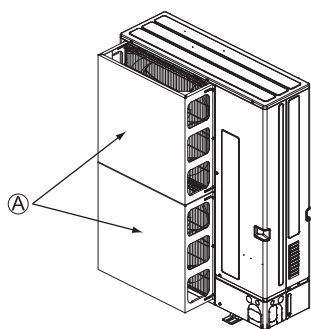

Fig. 2-16
- ① Installez un guide de protection d'air si l'appareil est installé à un endroit où des vents violents, en cas de typhon par exemple, risquent de souffler directement dans la sortie d'air. (Fig. 2-16)